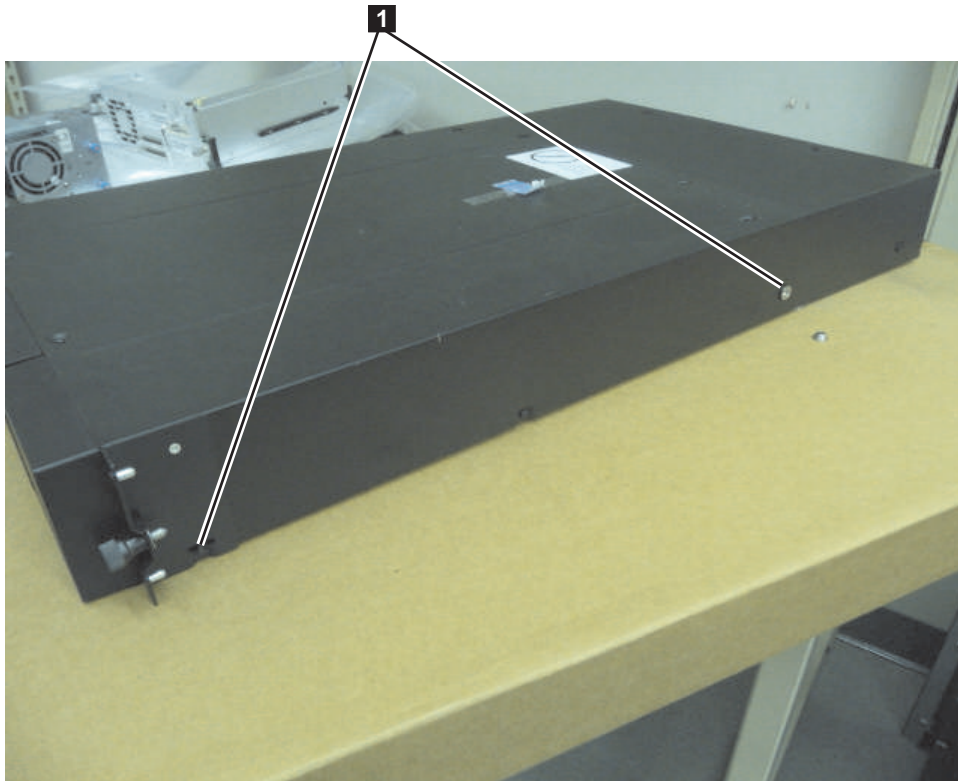

図 30. 2U ライブラリーのラック・アンカーおよび取り付け金具
4. 出荷品に含まれている Torx レンチを使用して、ねじ (1) を 52 ページの図 30 に示されているように取り外します。4U ライブラリーでもねじの位置は同じです。
- ライブラリー・ラック・アンカー (2) を 図 30 に示すように、ライブラリーのそれぞれの側面に、ラック・キットに入っている一番長い皿頭ねじを使用して取り付けます。